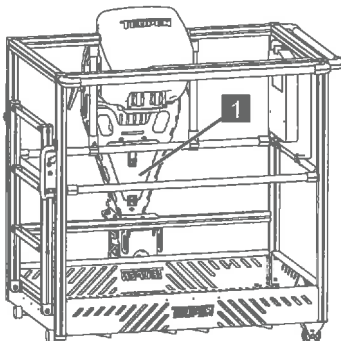

Abb. 217
3. Klappe (Abb.217/1) an der Steuereinheit öffnen.